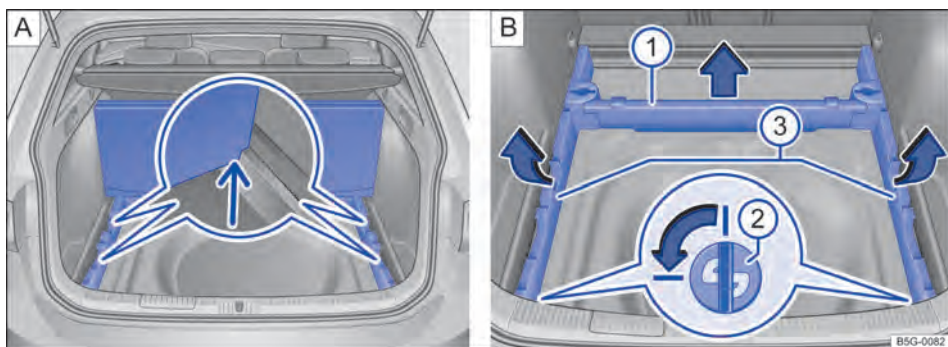

Fig. 189 No compartimento de bagagem: **A** assoalho do compartimento de bagagem levantado, **B** remover os suportes do assoalho do compartimento de bagagem.
- Travar os cantos externos do segmento traseiro do assoalho do compartimento de bagagem nos ressaltos do suporte → Fig. 189 **A** (lupa, seta).
- Retirar o suporte dianteiro do assoalho do compartimento de bagagem → Fig. 189   no sentido do seta para cima e guardar fora do compartimento de bagagem.
- Para destravar, girar ambos os suportes de encaixe → Fig. 189   (lupa) em um quarto de giro (90°) no sentido da seta e retirar para cima.
- Levantar ambos os suportes laterais do assoalho do compartimento de bagagem → Fig. 189   na região traseira no sentido da seta e retirar para trás dos alojamentos dianteiros.
- Guardar com segurando os suportes do assoalho do compartimento de bagagem removidos → Fig. 189    e os suportes de encaixe → Fig. 189  .